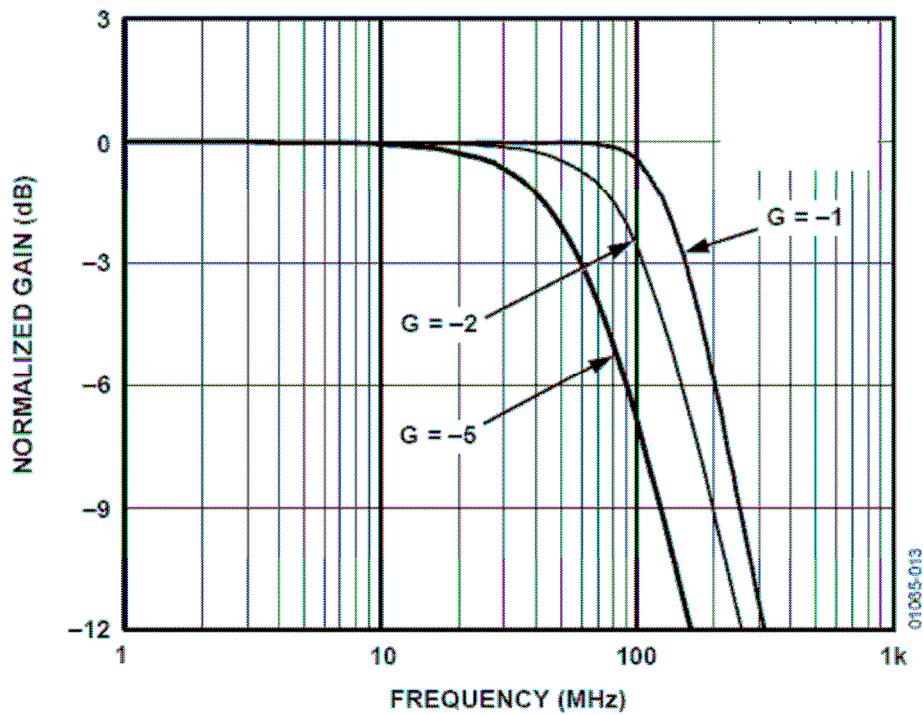

Figura 1: Risposta in frequenza di configurazioni invertenti con guadagno G (la risposta è normalizzata al guadagno stesso della configurazione).
- Nell'ipotesi che al nodo d'uscita vi sia una bassa impedenza (cioè che V_{OUT} sia fermo in potenziale anche in presenza di segnale in ingresso) chi limita la dinamica differenziale d'ingresso? La si valuti sempre nelle condizioni di partenza, cioè con le tensioni di bias e il dimensionamento di Figura 1.